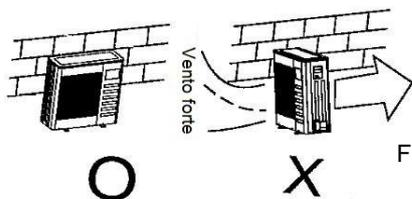
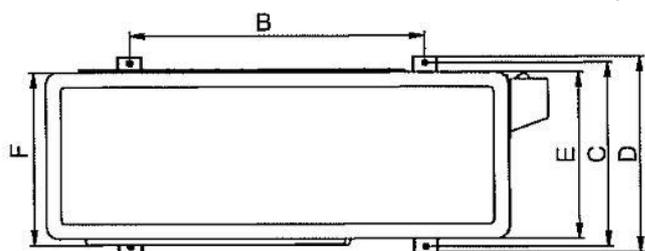

Fig. 6-1
Fig. 6-4
- Nel caso in cui il luogo di installazione è esposto a forte vento, assicurarsi che il ventilatore funzioni correttamente ponendo l'unità longitudinalmente lungo la parete. (Vedere Fig. 6-1)
- Non significa che la distanza minima tra l'unità esterna e gli ostacoli descritti sia applicabile ad una camera a tenuta d'aria. Lasciare aperte due dei tre direzioni. (Vedere Fig. 6-4)
(Vedere da Fig. 6-1 a Fig. 6-4)